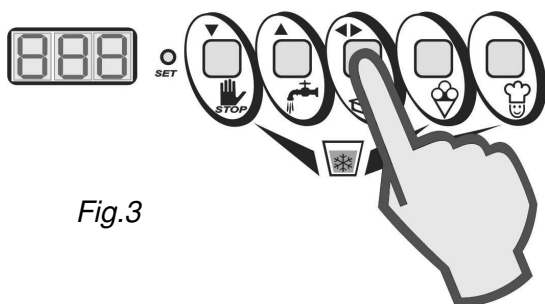

Fig.3
- Ensuite, appuyer sur la touche Confirmation (◀▶) pour mettre en marche le nouveau cycle de granité (Fig. 3).